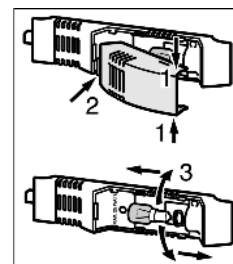

Fig. 13
- ▶ Возьмитесь за крышку лампы сверху и снизу *Fig. 13 (1)*.
- ▶ Выведите крышку лампы сзади из зацепления и снимите *Fig. 13 (2)*.
- ▶ Замените лампу *Fig. 13 (3)*.